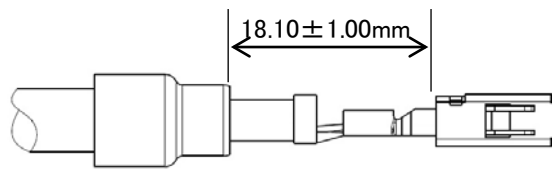

Fig.17
- 5.9. アウターフェルールを六角クリンパーを用いて圧着します。アウターフェルールの先端とターミナルボックスの後端の間隔は $18.10 \pm 1.00\text{mm}$ に保つ必要があります。(Fig.17 参照)